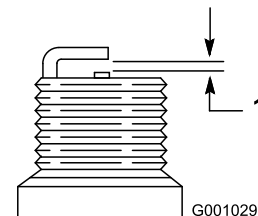

Figura 37
4. Setai spațiul dintre electrozi pe o nouă bujie la 0,76 mm conform (Figura 37).